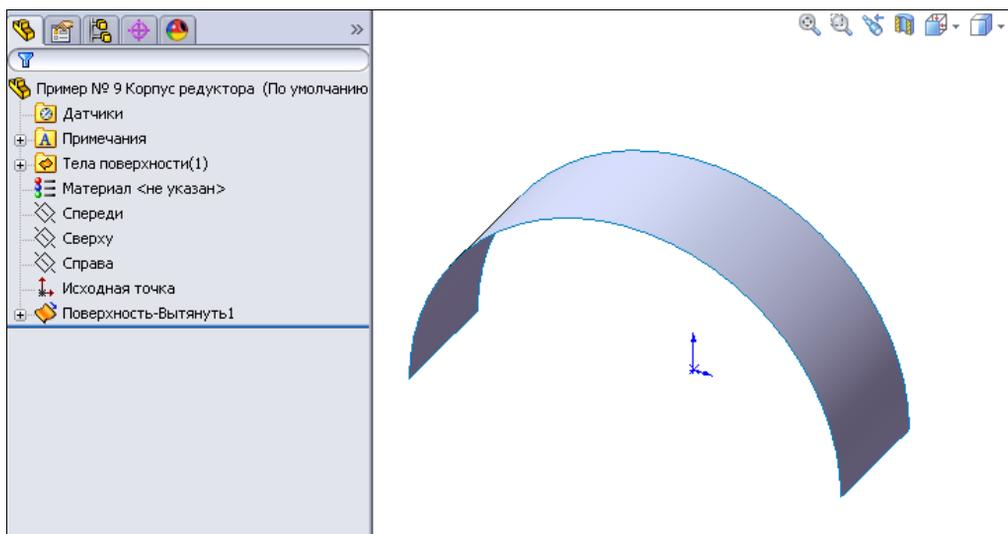

Рис. 2.94
3. Закончим построение первой поверхности в форме полукольца, нажав кнопку **OK** . В Дереве Конструирования она обозначится как элемент **Поверхность-Вытянуть1** (рис. 2.94).